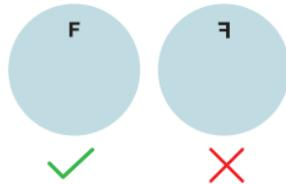

Fig 1. Orientación del implante EndoArt®
17. Antes de la inserción, asegúrese de que el implante está en su orientación correcta: EndoArt® tiene una letra "(F)" marcada en la superficie periférica que debe verse correctamente (Fig. 1); de lo contrario, el implante se debe voltear.